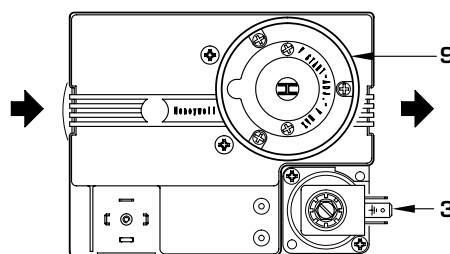

Fig. 10
4.1 VANA DE GAZ (fig. 10)
inlocuiasca duzele principale dintr-un kit furnizat la cerere, regulatorul de presiune 3...20 mbar cu regulatorul de presiune 4...37 mbar si, pentru a evita intrarea pe avarie a cazanelor la pornirile cu instalatia rece, aplicati pe vana in vers.. "GG MP 8÷11" adaptorul pentru GPL cu codul 6248301 (poz. 5 fig. 10).